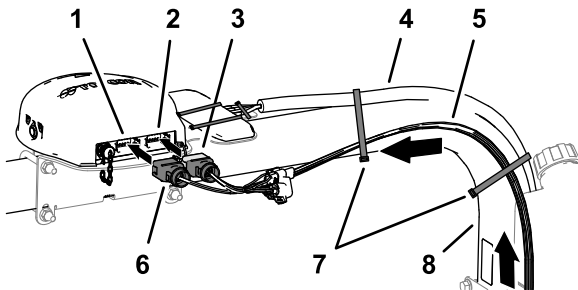

Рисунок 140
2. Проложите ответвление длиной 302 см жгута проводов передачи данных вдоль правой трубы конструкции ROPS так, чтобы 12-гнездовой разъем (серый) и 12-гнездовой разъем (черный) были направлены вверх, в сторону навигационного приемника (Рисунок 140).
7. Прикрепите ответвление длиной 302 см жгута проводов передачи данных к правой трубе конструкции ROPS с помощью кабельных стяжек, как показано на Рисунок 140.